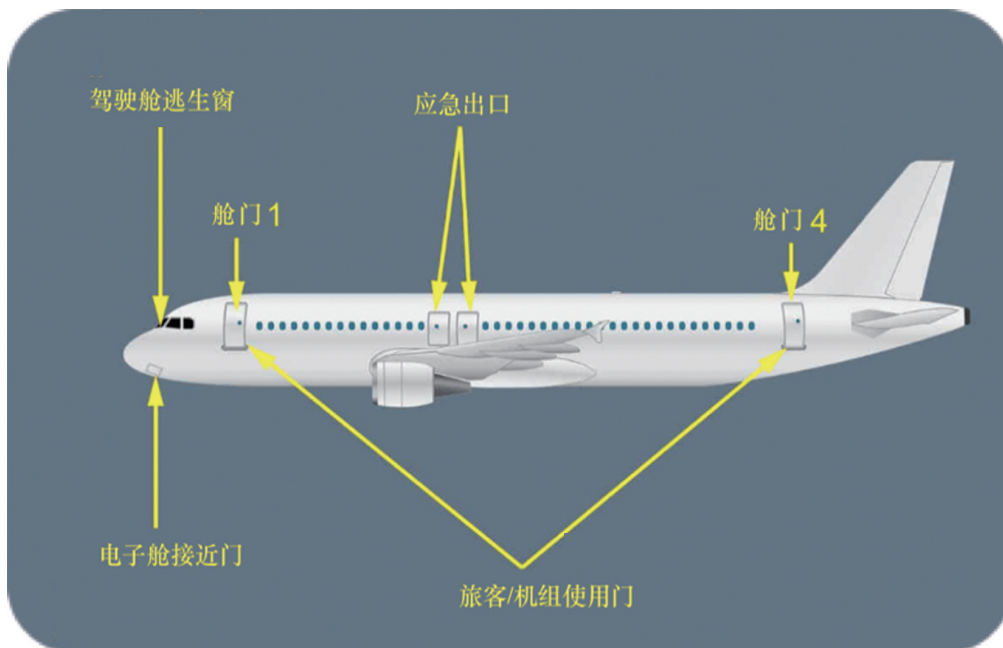

图 1-6 飞机出口
① 飞机前部和后部配备有两组大尺寸 I 型舱门，通常用于旅客和机组人员上下机以及作为服务对接门，如图 1-6 所示。